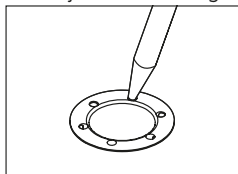

Abb. 3 Klebstoff injizieren
3. Die Spitze der Klebstoffkartusche in die vorgesehenen Injektionsöffnungen drücken (Abb. 3).